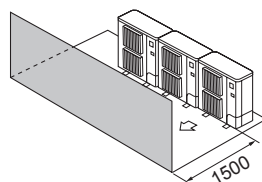

Fig. 2-14
- ③ Prekážky len spredu (Fig. 2-14)